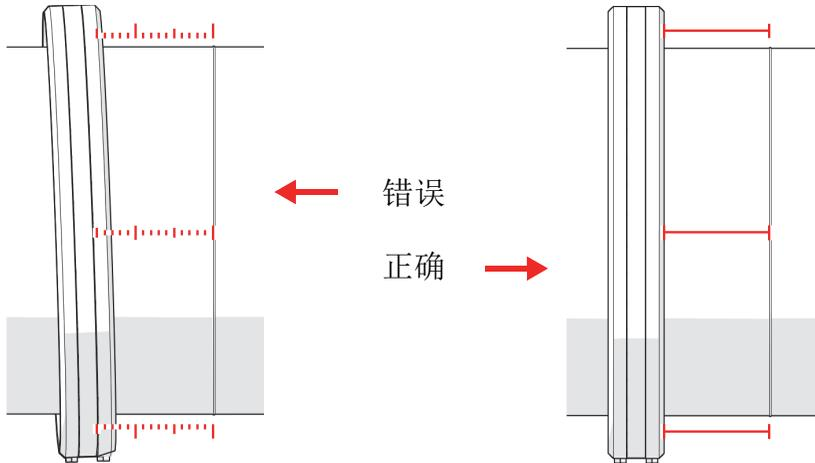

图1-22 使环形带与焊缝平行
5. 根据需要对齐环形带，在管道的不同位置测量焊缝和环形带之间的距离，以确保环形带与焊缝平行（参见第39页的图1-22）。